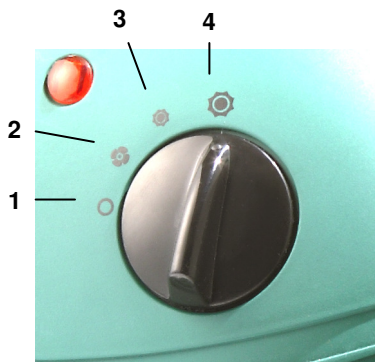

Bild 1: Omkopplare Montana
Sätt termostaten på maximal inställning och välj önskad värmeeffekt (bild 1: pos 3 eller 4). När rumstemperaturen är lagom, vrid du termostaten moturs, tills värmeflärkten slår från. Termostaten bibehåller nu önskad temperatur, genom att värmen slår på igen när temperaturen underskrids. Beroende på växthusets storlek rekommenderas 2000 watts värmeeffekt under vintermånaderna. Den låga effekten 1000 watt räcker däremot under övergångstiderna.
Om du vill ventilera ditt växthus under sommarmånaderna väljer du fläktläget (bild 1: pos. 2). Ställ härför termostaten på maximal effekt.